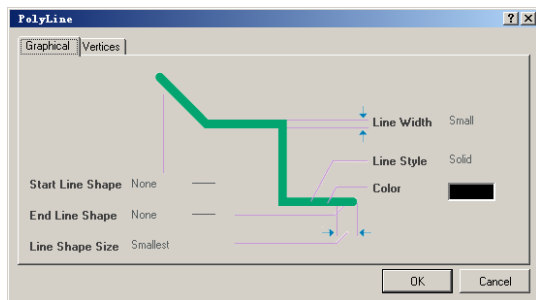

图 5.16 “PolyLine”对话框
- (3) 在 “New Component Name” 对话框对话框中的编辑框中输入新元件的名称 “LM393”, 单击 “OK” 按钮, 新建一个名称为 LM393 的新元件。
- (4) 选择 “Place” -> “Line” 命令, 或者单击工具栏的绘图工具按钮 , 在弹出的工具栏中选择绘制直线工具 , 单击键盘上的 “Tab” 键, 打开如图 5.16 所示的 “PolyLine” 对话框。